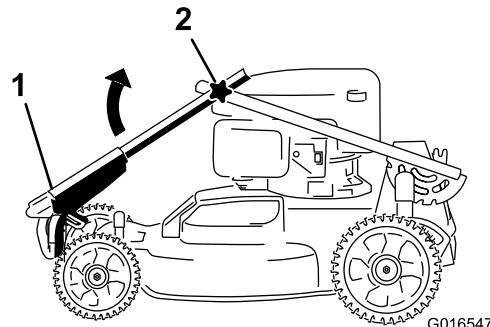
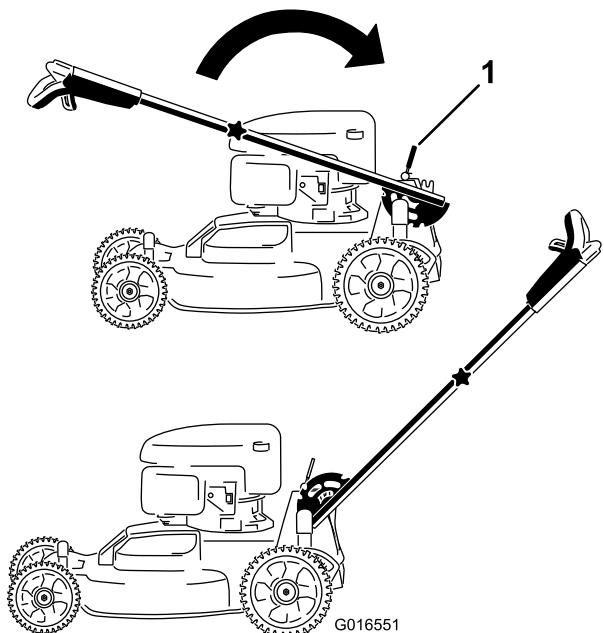

Figura 3
Figura 4
1. Rode a pega superior para que fique junto à pega inferior (Figura 3); aperte os manípulos na pega para bloquear a pega superior (Figura 4).
2. Liberte a alavanca de bloqueio da pega (Figura 4).
3. Puxe a pega para trás e bloquee em posição (Figura 4).